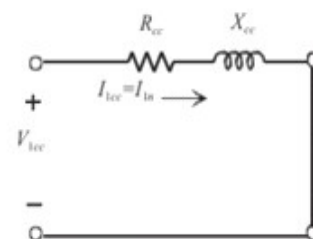

Figura 1
- c) Simula el ensayo de cortocircuito del transformador en el programa QUCS (circuito de la figura 1) para obtener el valor de la intensidad de cortocircuito (2 puntos)